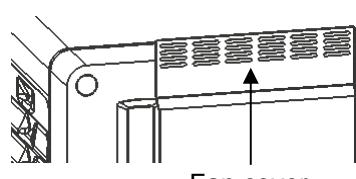

Fig. 4
5. Pull out the fan cover (Fig. 4).